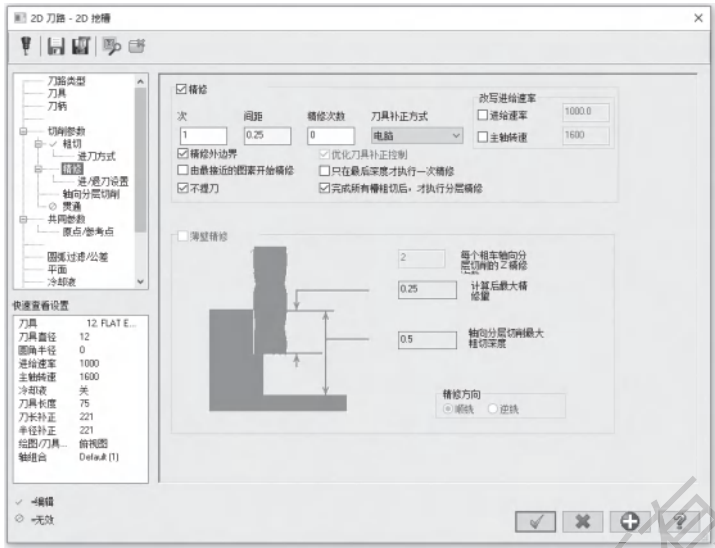

图 3-37 设置精加工参数
6) 打开【精修】选项卡,勾选【精修】选项,设置【次】为1,【间距】为0.25mm,【精修次数】为0,其他参数按默认设置,如图3-37所示。